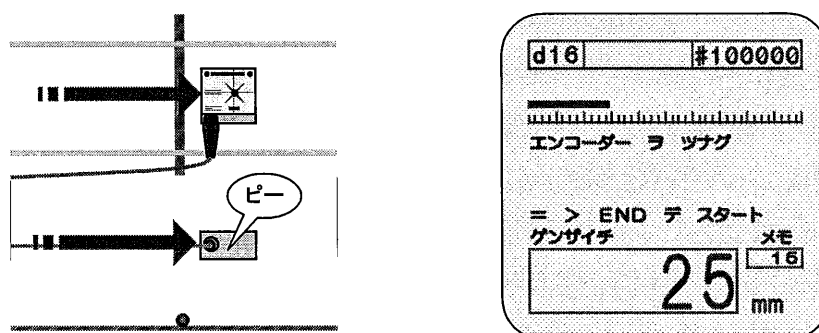

図24
- プローブを鉄筋に近づけると画面のゲンザイチの枠の中に表示された数字が、徐々に少なくなっていく、ある個所で“ピー”音になります。(図24参照)